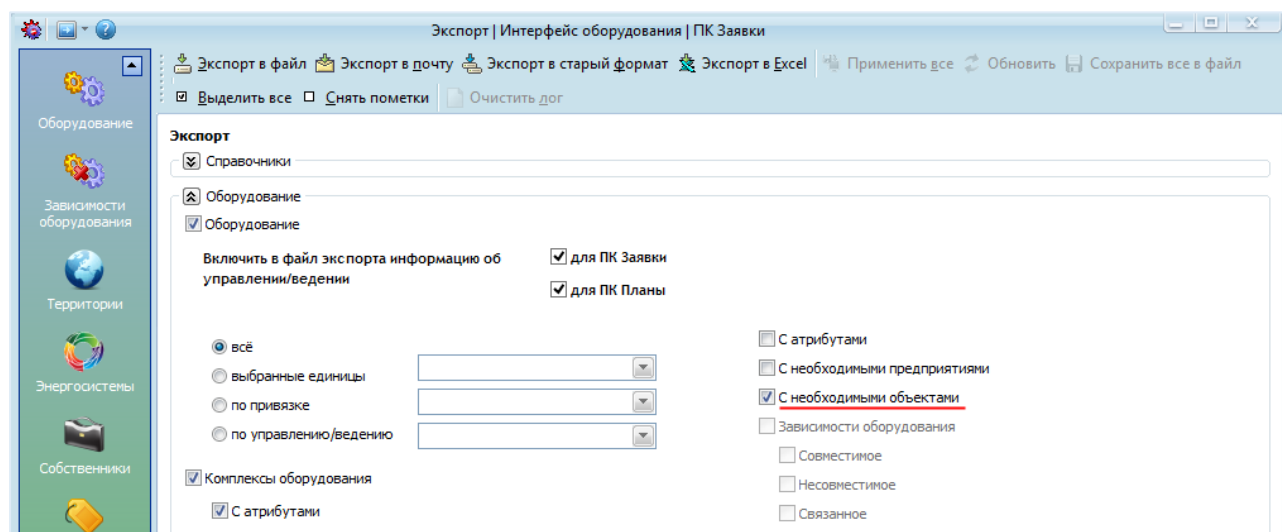

Рисунок 19.19 – Экспорт оборудования с объектами в управлении / ведении
- «С необходимыми объектами» - в файл экспорта вносится оборудование с информацией об объекте, в управлении / ведении которого находится выбранное оборудование [Идентификатор выбранного предприятия]_DeviceSettings.xml) (Рисунок 19.19).